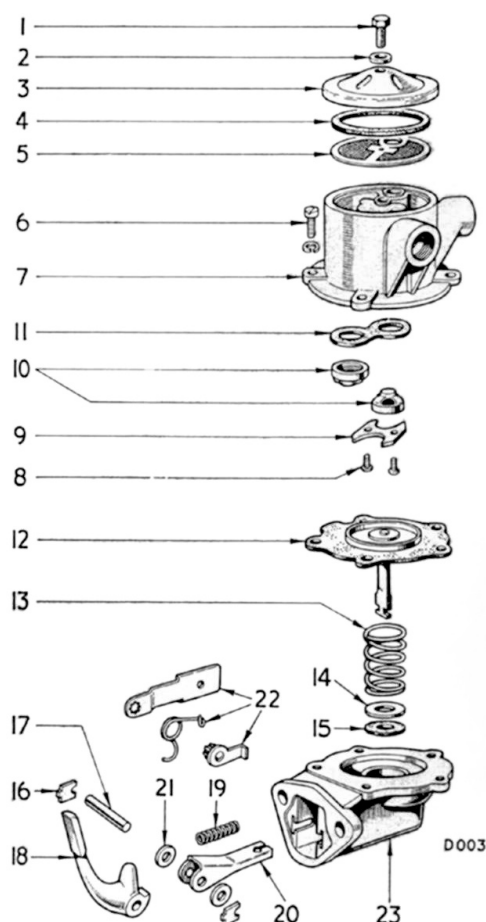
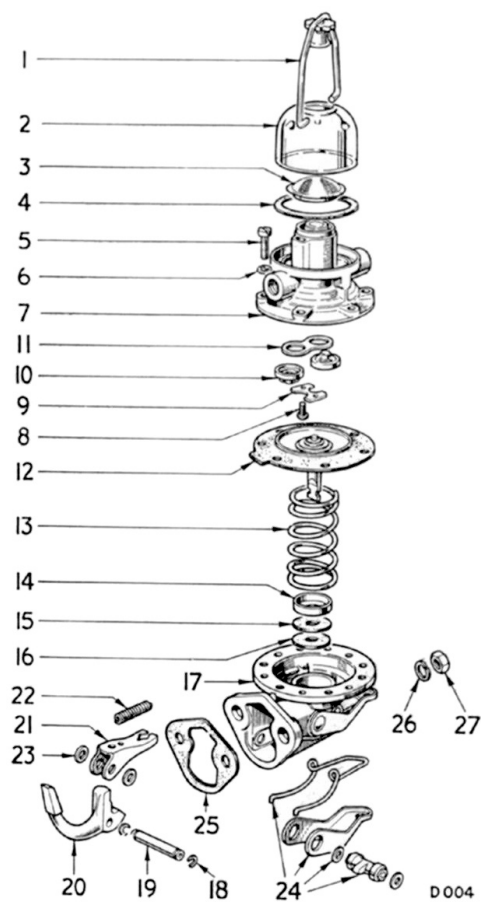

Fig. 1. Vue éclatée de la pompe à essence
Fig. 2. Vue éclatée de la pompe à essence
Légende de la Fig. 1
- Démonter dans l'ordre des numéros sur les figures 1 et 2. Remonter dans l'ordre inverse.
- Pour enlever l'ensemble membrane (12), le tourner d'abord de 90° dans le sens inverse des aiguilles d'une montre et le dégager ensuite de la fourchette de commande (20) (Fig. 1) ou (21) (Fig. 2).
* Les soupapes (10) sont identiques, mais elles sont montées sur la partie supérieure du corps de façon à ce que la soupape d'admission pointe vers la membrane et la soupape d'échappement dans l'autre direction, comme illustré.
Légende de la Fig. 2